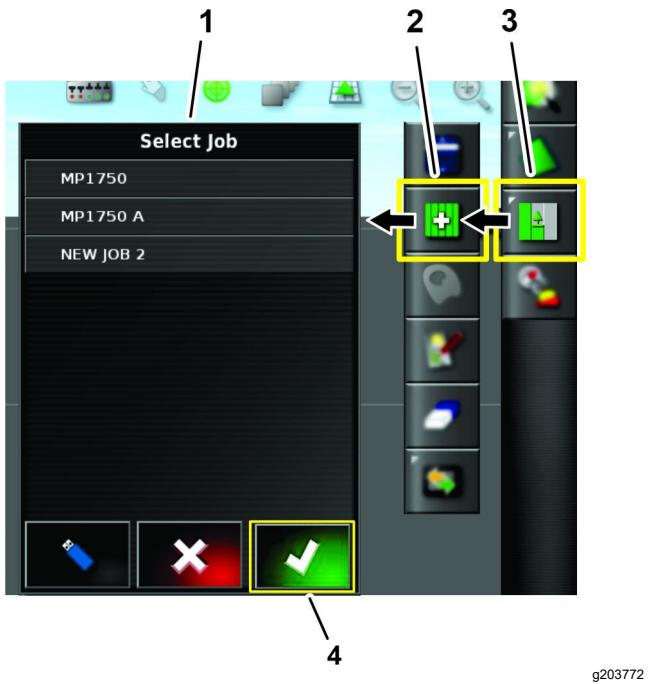

Figura 161
- Premete l'icona MENU DELL'ATTIVITÀ (Figura 161).
- Premete un'icona SELEZIONA ATTIVITÀ; nell'elenco Seleziona attività, premete un'icona Attività, quindi premete l'icona Conferma (Figura 161).